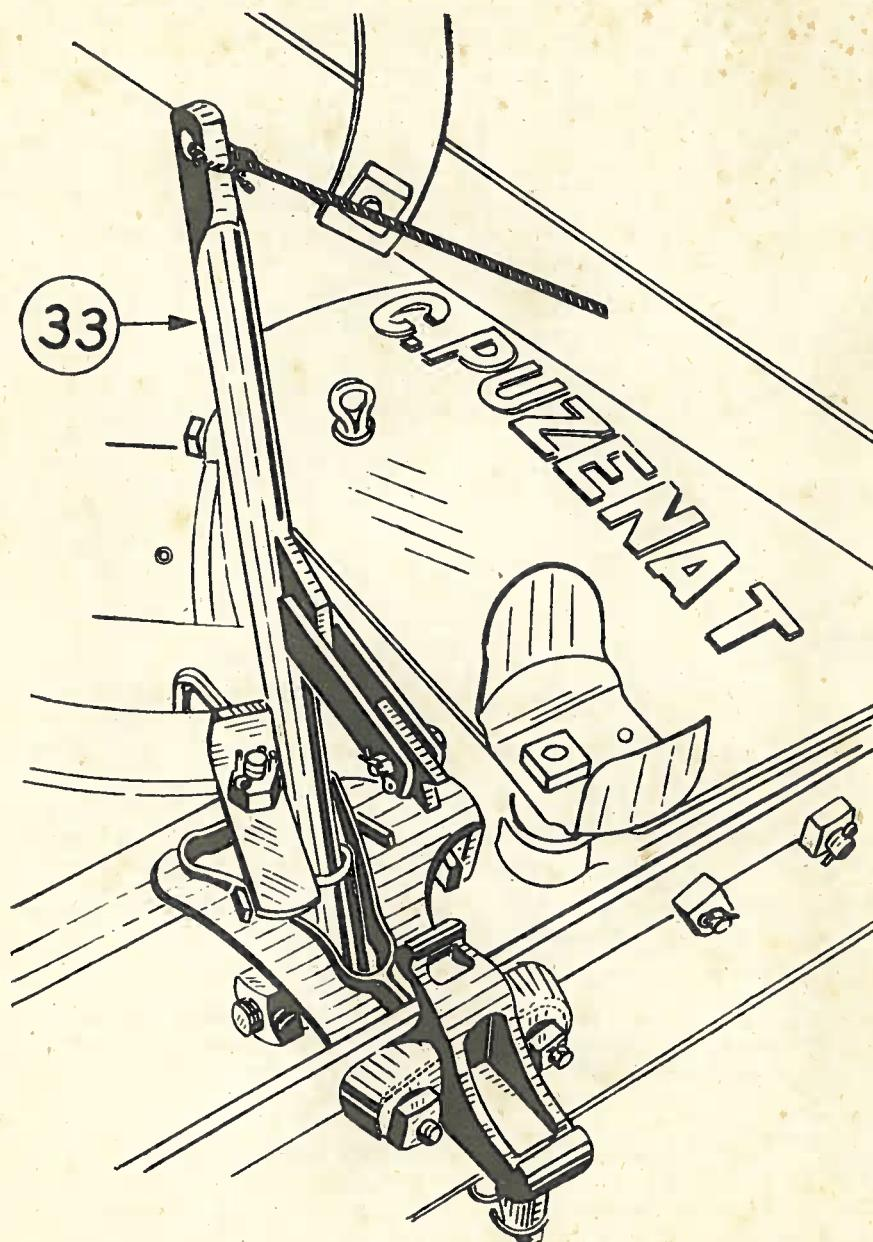

Figure 7
- 4^e) Tirer sur la cordelette bien à fond puis la lâcher : cette manœuvre dégouille vers le levier (33) qui étais retenu par son linguet (35) et alors la position de la figure 7 : l'instrument est empêtré.